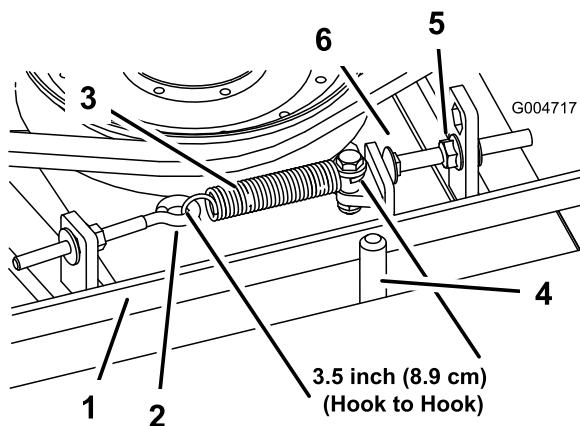

Рисунок 70
При правильном натяжении внутренняя длина пружины растяжения (между зацепами) должна быть приблизительно 8,3–9,5 см. После того, как будет достигнуто правильное натяжение пружины растяжения, отрегулируйте упорный болт (каретный болт) так, чтобы между головкой болта и рычагом натяжного шкива оставался зазор 2–5 мм (Рисунок 70).
Примечание: Убедитесь в том, что ремень расположен на направляющей ремня со стороны пружины (Рисунок 70).
2. Ослабьте рым-болт, чтобы можно было снять пружину растяжения (Рисунок 70).
3. Ослабьте фланцевую гайку, которая крепит упорный болт к монтажному выступу, и отодвиньте натяжной шкив от ремня, чтобы ослабить натяжение ремня (Рисунок 70).
9. Подсоедините пружину растяжения (Рисунок 70) к рым-болту и натяните ремень следующим образом: